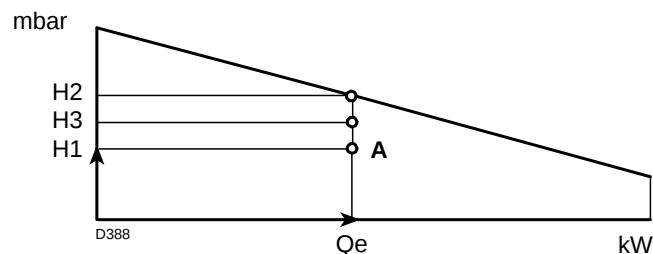

Fig. 3
punt A)(Fig. 3) dat binnen het werkingveld moet liggen
- Als H₃ groter is dan H₁, zoals in Fig. 3, dan kan de brander het vereiste vermogen leveren.